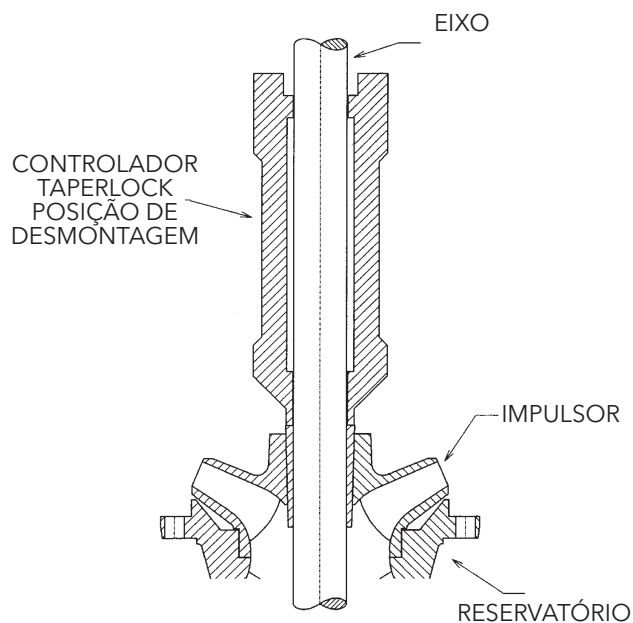

Figura 17
- Insira uma chave de parafusos no sulco da taperlock (677) para alargar o sulco e deslize a taperlock sobre o eixo da bomba. Segure o impulsor contra o reservatório e deslize a taperlock para o núcleo do impulsor. Certifique-se de que as taperlocks foram limpas e estão secas.
- Segure o impulsor firmemente contra o reservatório/campânula de sucção e coloque a taperlock no lugar com um controlador taperlock (consulte a Figura 17). Depois de o propulsor estar posicionado, a extremidade superior da taperlock deve estar 1/8" acima do núcleo do impulsor.
- Deslize o reservatório intermédio (670) para o eixo e fixe-o com os parafusos fornecidos.